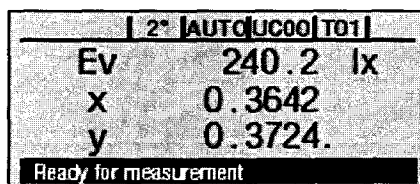

Рисунок 25
8.2.5.4 Повернуть прибор апертурой датчика к осветителю из состава установки. Нажать кнопку измерения. Прибор издаст звуковой сигнал. Когда прибор вторично издаст звуковой сигнал, измерение будет завершено. Отобразятся результаты измерения (рисунок 25).
8.4.3.2 Выполнить прибором измерения освещенности для осветителя из состава установки пять раз на каждом выставленном значении. Для этого повернуть прибор апертурой датчика к осветителю из состава установки. Направьте прибор на него и нажать кнопку измерения. Прибор издаст звуковой сигнал. Когда прибор вторично издаст звуковой сигнал, измерение будет завершено. Отобразятся результаты измерения (рисунок 25).
8.4.5.4 Для модели CL-500A. Повернуть прибор апертурой датчика к излучателю. Прибор освещают в направлении, перпендикулярном к его приемной поверхности, на расстоянии от излучателя не менее чем 1 м. Нажать кнопку измерения. Прибор издаст звуковой сигнал. Когда прибор вторично издаст звуковой сигнал, измерение будет завершено. Отобразятся результаты измерения (рисунок 25).